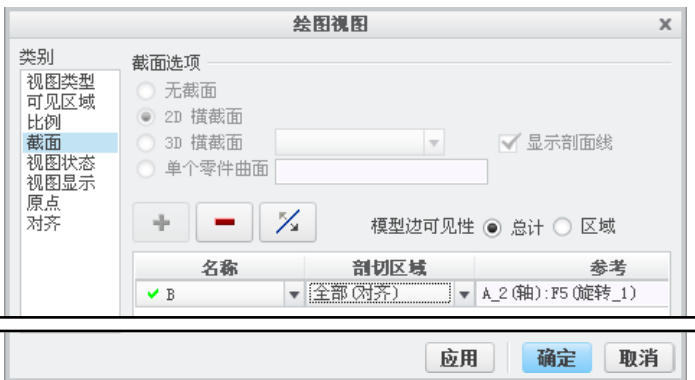

图 3.8.47 “绘图视图”对话框
- (1) 在图 3.8.47 所示的对话框中选取 **类别** 区域中的 **截面** 选项。
- (2) 将 **截面选项** 设置为 ☒ 2D 横截面，将 **模型边可见性** 设置为 ☒ 总计，然后单击 按钮。
- (3) 在 **名称** 下拉列表中选取剖截面 **B**（B 剖截面是偏距剖截面，在零件模块中已提前创建），在 **剖切区域** 下拉列表中选取 **全部(对齐)** 选项。